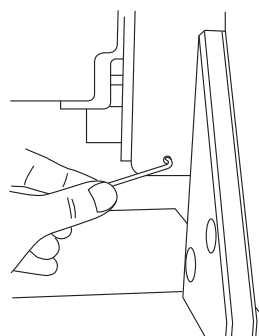
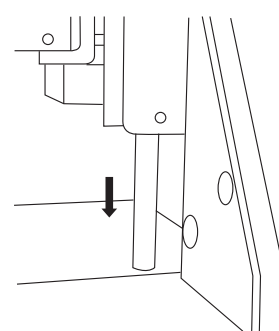

図40
図41
- ② ニードルサポート（K）とZ軸調整つまみを一緒に下まで下げます。
- ③ ニードル位置決め装置の後側にあるアレンねじを緩め取り外すと（図40）、ロッドが下りてきます（図41）。